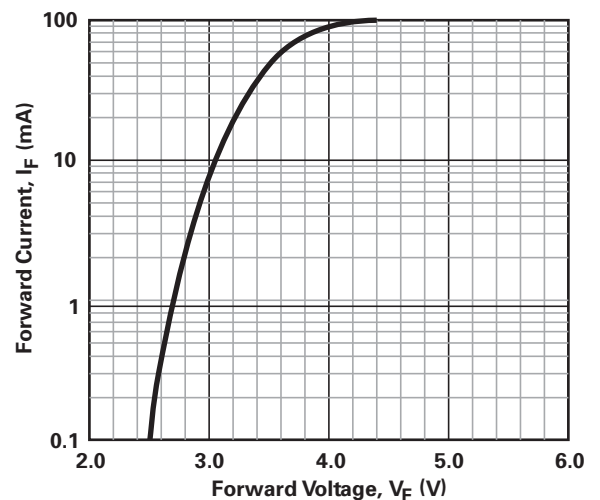

图1. 典型的WLED I-V曲线¹
WLED与其他标准的p-n结二极管类似，只有当施加足够的正向电压时才能传导电流。正向电流超过阈值后，就会随著WLED的正向电压的上升而相应增加。图1显示了WLED的典型I-V曲线。
该图非常简单。与典型的二极管I-V曲线一样，电流在电压越过阈值后会随电压的上升相应地迅速增加。如图1所示，将器件的典型正向电压指定为
3.2V，此时随著工艺与温度的变化正向电流为20mA、极大电压为3.7V。这样的话，用输出电压范围为3V~4.2V的单节锂离子电池供电就要求采用升压DC/DC转换器才能正确驱动WLED，但这不是必须的。例如，在电流为5mA的WLED应用中，如图1中的曲线所示，驱动5mA所需的正向电压约为2.9V，这远远低于参数表中规定的驱动20mA时所需的典型电压。采用3.6V的锂离子电池驱动2.9V输出就无需使用升压转换器了。